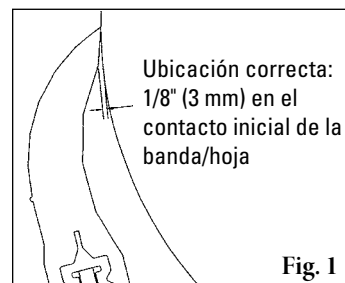

Fig. 1
- Encuentre las especificaciones de X, Y y C.** Mida el diámetro de la polea (incluyendo la banda y el recubrimiento) (Fig. 1).